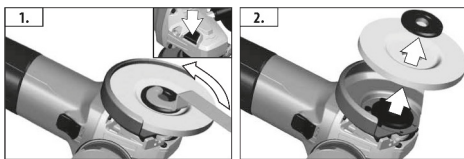

FIGURA 5
9.6. Para desmontar o disco, pressione o botão de trava do eixo, use a chave especial para soltar a flange superior. (FIGURA 5)